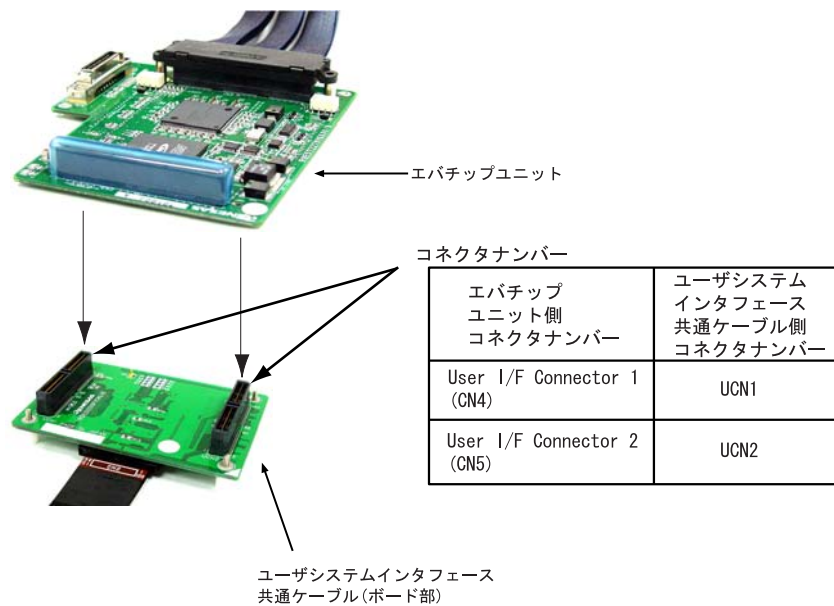

図5 エバチップユニットとの接続
- (1) ユーザシステムおよびエミュレータの電源が切れていることを確認してください。
- (2) ユーザシステムインタフェース共通ケーブルとエバチップユニットのコネクタをコネクタナンバーに合わせて接続します（図5参照）。